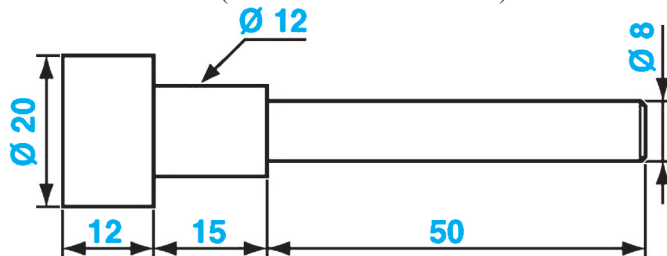
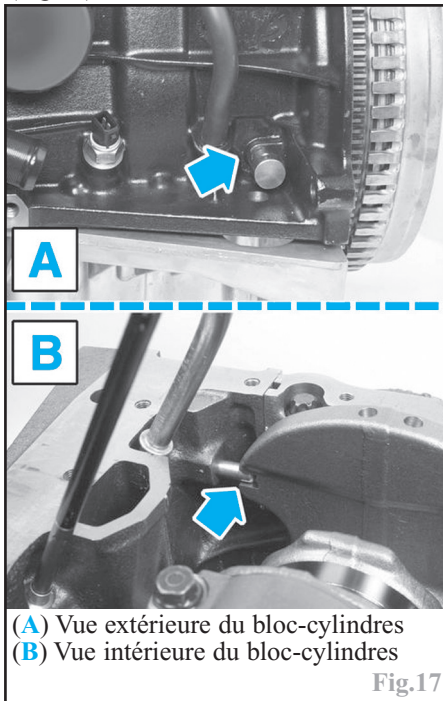

Fig.16
Fig.17
Introduire partiellement une pige appropriée (outil Renault Mot. 1054, voir cotes de réalisation, Fig.16) dans l'orifice du bloc-cylindres.
Le repère de la roue dentée d'arbre à cames doit être à peu près au centre de la lumière du carter de distribution. S'assurer que le vilebrequin soit bien immobilisé au point de calage par la pige (Fig.17).
-repère de la roue dentée d'arbre à cames (1) aligné avec celui tracé sur le carter intérieur de distribution.
-vilebrequin pigé (pige voir cotes de réalisation, Fig.16) au travers de l'orifice du bloc-cylindres près de tube de jauge à huile (Fig.17).